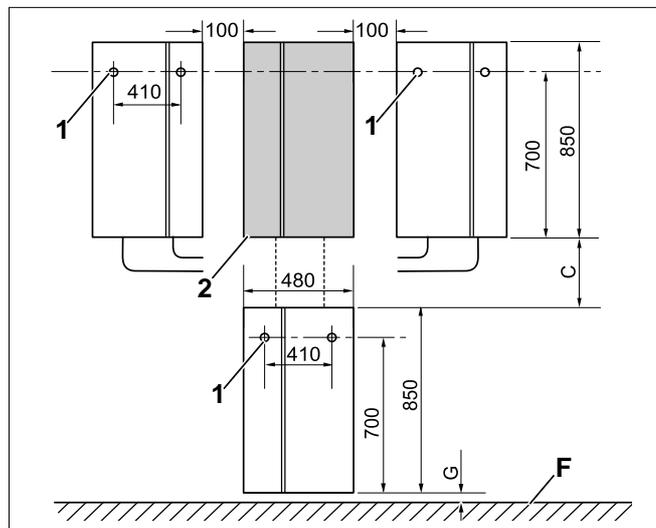

Fig. 4 Installazione (schizzo misure)
La parete di fissaggio dovrà essere in grado di reggere il peso dell'accumulatore, pari a 130 Kg. (HT/H70), nonché il peso della caldaia murale. E' necessario rispettare le distanze minime riportate nella Fig. 4.
Legenda Fig. 4:
- In caso di montaggio a parete, segnare i fori dei tasselli (Fig. 4).